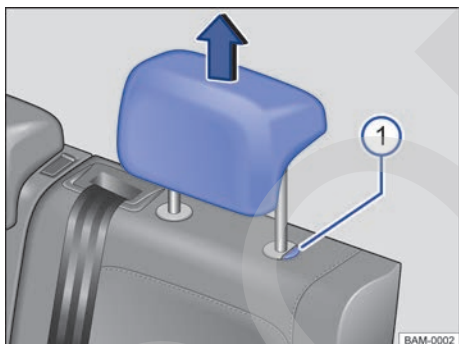

Fig. 67 Apoyacabezas traseros: retirar.
- Retirar el apoyacabezas con el botón → fig. 67 Ⓛ presionado.
- Empujar hacia abajo el apoyacabezas con el botón → fig. 67 Ⓛ presionado.